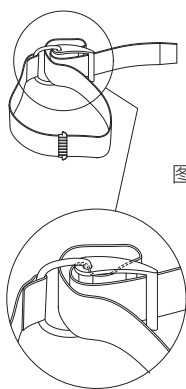
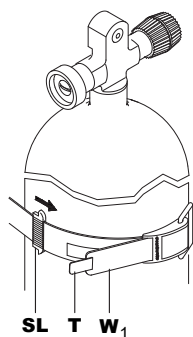
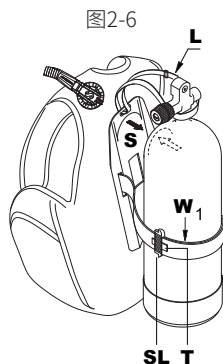
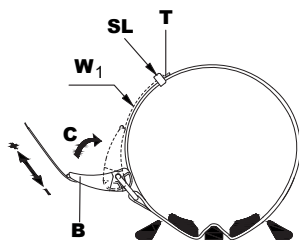

图2-4
图2-5
图2-6
图2-7
1. 旋转扣环,直到卡入打开位置。如图(图2-4)所示,将条带绕着塑料扣环滑动,在将条带夹紧在气瓶上的适当位置之前润湿条带,并调整长度(图2-7)。
2. 如果BC设备有硬背板,则将背板的孔(S)放在气瓶的肩部(图2-6)上,然后将快速释放带(W1)的带子(图2-5和2-7)系在气瓶周围。
在带硬背板的BC设备上,安全带(L)(图2-6)系在背板顶部,防止BC设备在系紧和松开背带时下滑。一旦正确调整后,将有助于以简单、重复的方式重新定位BC设备上气瓶的正确位置。
3. 闭合扣环(C)(图2-7)。如果带子太紧或太松,请打开钩环带和扣环以重新调整快速释放带(W1)的带子长度(图2-5)。为了增加安全性,将环(SL)(图2-5)绕带端(T)滑动。在带硬背板的BC设备中,通过气瓶安装到BC设备,您可以使用集成在背板中的手柄提起整个设备。